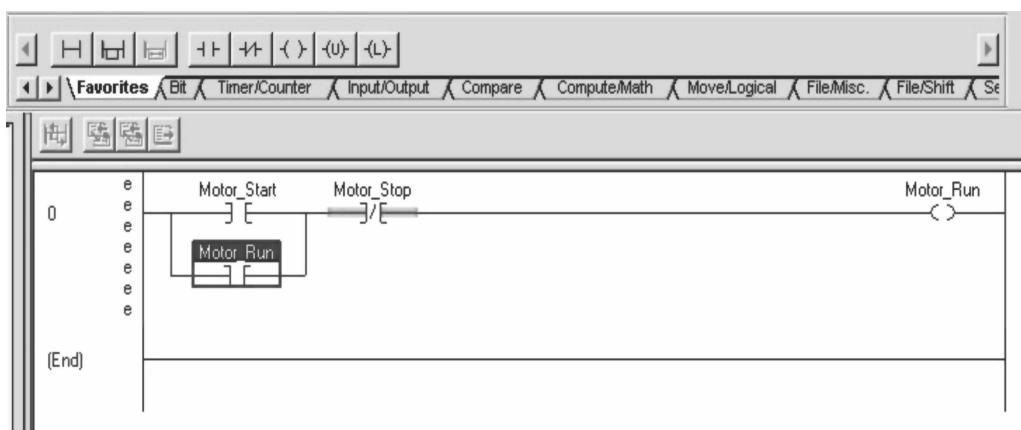

图 1-30 将源标签拖放至目标位置
13. 将标签 Motor_Run 拖到 XIC 指令上, 直到? 旁出现绿色点(见图 1-30)。然后, 释放鼠标按钮。现在显示的梯级应与图 1-30 相同。